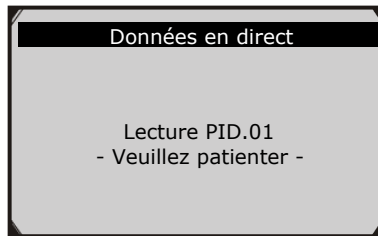

Figure 5.11
- 2) Attendez quelques secondes pendant que l'outil de diagnostic valide le PID MAP. (Figure 5.11)